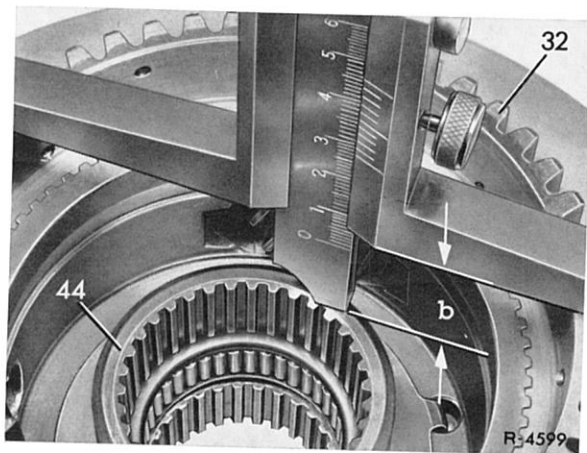

Bild 27–2/20
26 Mit Tiefenmaß von Innenlamellenträger K 1 (32) bis Ansatz (44) Maß „b“ ermitteln (Bild 27–2/20).